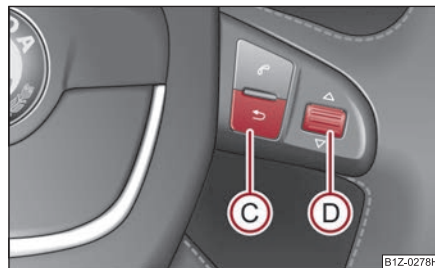

Fig. 29 Display-ul cu informații: Elementele de comandă de pe volanul multifuncțional
- MAIN MENU (MENIUL PRINCIPAL)** se activează prin apăsarea tastei **(C)** ⇒ pagina 26, fig. 29 mai mult de 1 secundă.